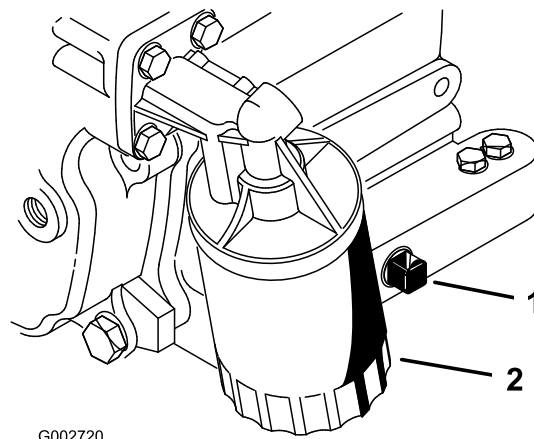

図 26
2. ドレンプラグ (図 26) を外してオイルを容器に受ける。オイルが抜けたらドレンプラグを取り付ける。
3. オイルフィルタを外す 図 26。